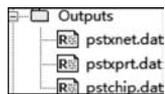

图 3.127 Create Netlist 成功
(7) 运行结束后,在 Output 内可以看到有 3 个扩展名为 dat 的 Netlist 文件,如图 3.127 所示。